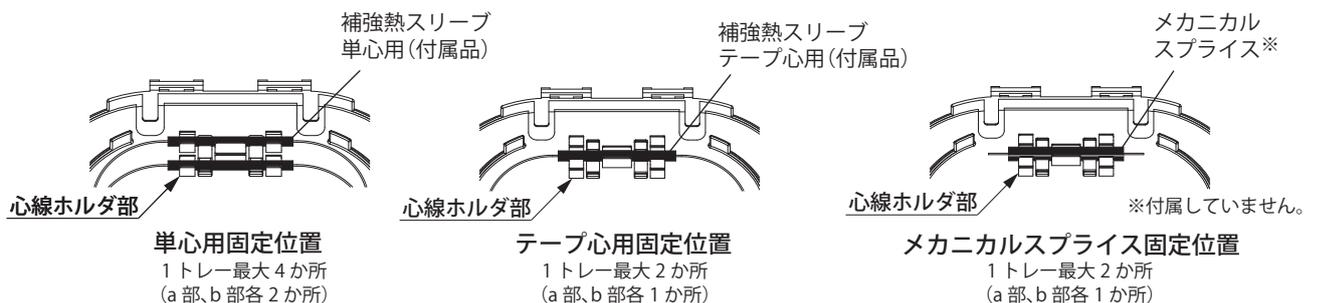

図 7
5. 融着トレーには、単心用スリーブ以外にテープ心用スリーブ、メカニカルスプライスが保持できます。(図7)